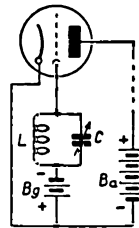

Fig. 33. Het rooster krijgt een negatieve voorspanning van de batterij B_g .
W. — Mis! In de meeste versterkingslampen is het rooster negatief gepolariseerd t. o. v. de kathode, d. w. z. men geeft er een zekere negatieve „vóórspanning” aan, bijvoorbeeld met behulp van een batterijtje, dat geen stroom behoeft te leveren (fig. 33).